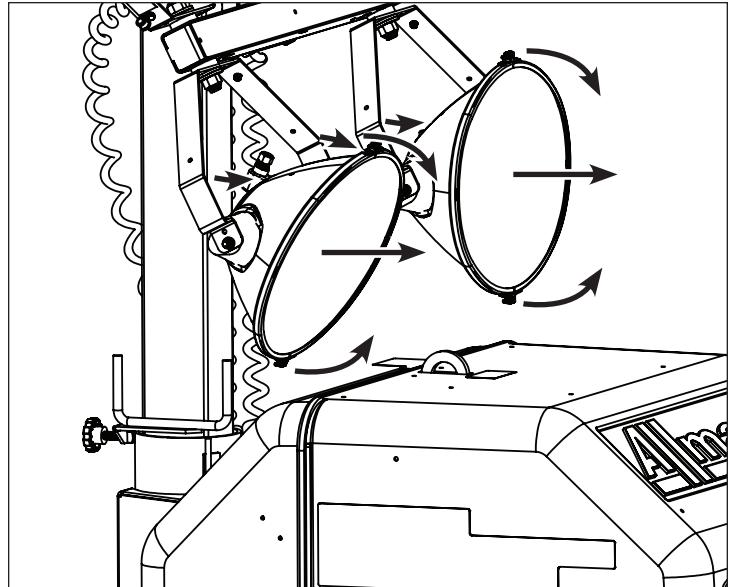

Figure 16
- Ajuster manuellement chaque lampe (haut/bas/droite/gauche) selon vos besoins d'éclairage. Voir Figure 16.
- Lorsque les opérations d'éclairage sont terminées, ajuster les lampes à la position de transport, avec les lampes tournées tout droit vers l'arrière de la tour d'éclairage. Voir Figure 16.